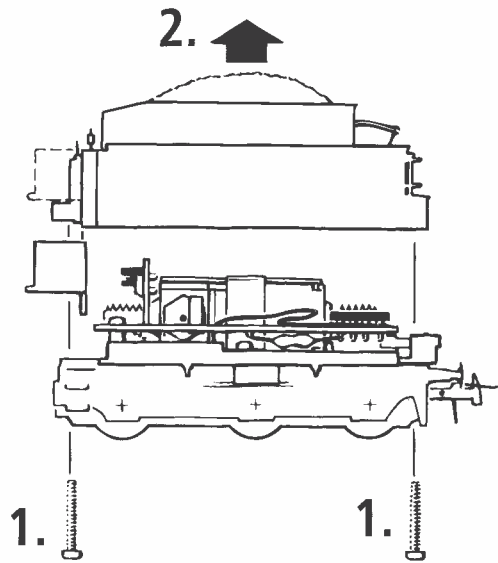

Fig. 6
Zuerst das Tendergehäuse abnehmen (Fig. 5) Danach den Brückenstecker aus der Schnittstelle entfernen (diesen sorgsam aufbewahren). Zuletzt den Stecker des Steuerbausteins lagerichtig einsetzen (siehe Fig. 6).
**Zusammenbau:** Bitte achten Sie beim Zusammenbau auf die richtige Lage der Kontakte (Fig. 6).
First remove Tender body (fig. 5). Then remove the jumper from the interface. Finally put the plug of the chip into the interface as shown in fig. 6.
**Assembly:** During assembly please take care of correct position of contacts (fig. 6).
**Exploitation en télécommande multi-trains:** Veuillez démonter d'abord la caisse du tender (fig. 5). Enlevez ensuite la fiche de shuntage de l'interface (à conserver!) et enfichez finalement la fiche du module de télécommande aux prises de l'interface. Veillez à la position correcte de la fiche (voir fig. 6).
**L'assemblage:** Lors de l'assemblage **veuillez veiller à la position correcte des lames de contact** (voir fig. 6).